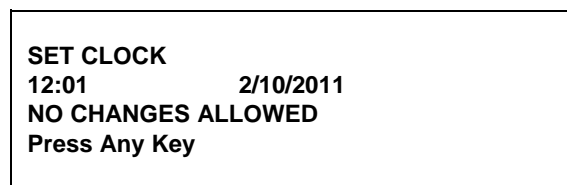

图 18
**SET CLOCK**（设置时钟）选项使店经理能够调整时钟的日期与时间。只有在人工刷子清洗冷冻机之后，并且在将冷冻机置于自动或待机模式之前，才可以改变日期和时间。当机器不处于刷子清洗状态时，如果选择设置时钟选项，将显示下列信息。（见图 18）